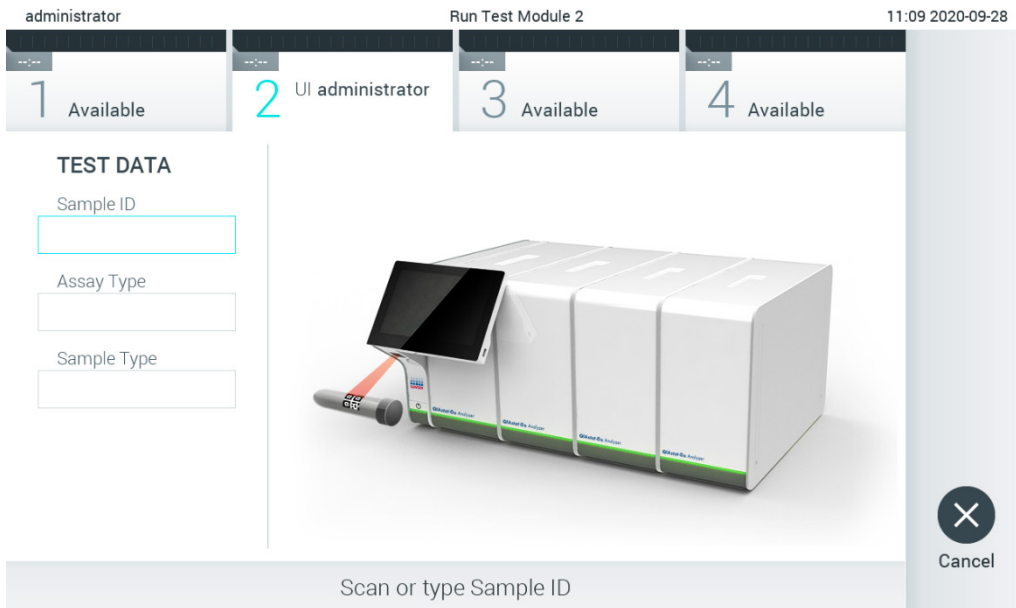

Рис. 82. Сканування штрих-коду ідентифікатора зразка.
2. Коли з'явиться запит, відскануйте штрих-код ідентифікатора зразка зчитувачем штрих-кодів, вбудованим в операційний модуль (рис. 82).